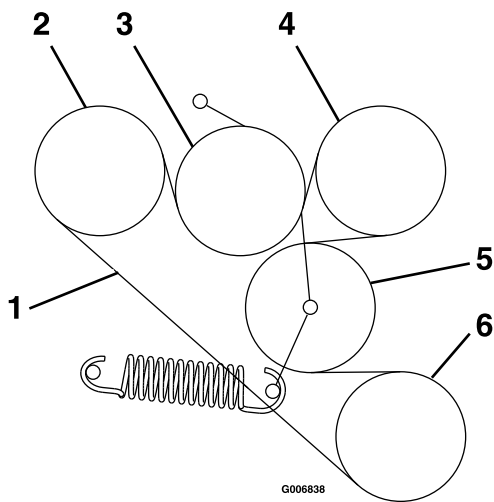

Figura 59
6. Enrute la correa nueva sobre las poleas según lo indicado en la pegatina situada en la parte trasera del protector izquierdo de la transmisión (Figura 59).